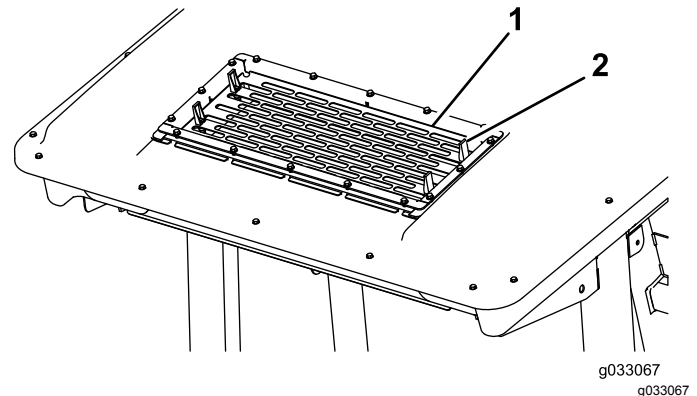

図 93
2. エアコン用スクリーンのタブ4個 **図 93** を外してスクリーンを取り外す。